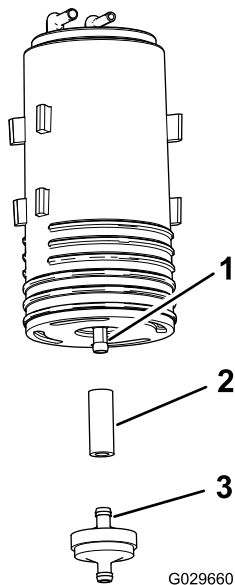

Figura 51
4. Retire o filtro do recipiente de carbono e a secção curta do tubo da união inferior do recipiente de carbono antigo (Figura 51).
5. Instale o tubo na união inferior do novo recipiente de carbono (Figura 51).
6. Insira a união do novo filtro do recipiente de carbono no tubo (Figura 51).